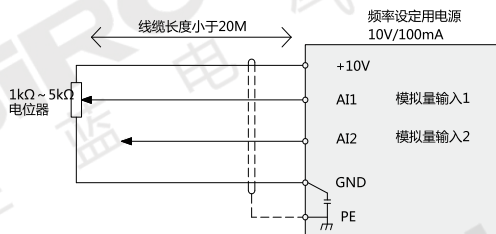

图1 模拟量输入端子接线示意图
- 模拟电压信号特别容易受到外部干扰，所以一般需要用屏蔽电缆，而且接线距离尽量要短，应小于20m，如图1所示。